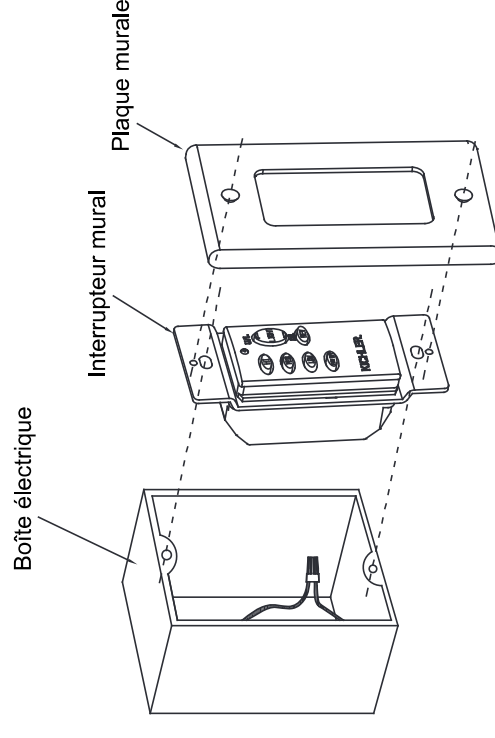

Fig. 18
Étape 2. Utiliser les vis fournies pour fixer le transmetteur mural au boîtier électrique (**Fig. 18**).